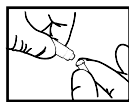

Fig. 1
2. **Preparazione della siringa:** Togliere il tappo trasparente dalla siringa e **CONSERVARLO** (Fig. 1). Inserire con un movimento rotatorio l'aghetto blu sulla siringa (Fig. 2). Mantenendo l'ago lontano dal paziente e dal personale dello studio, far uscire un po' di mordenzante su un blocchetto da impasto o su una garza 2 x 2 per verificare che la siringa non sia otturata. Nel caso fosse effettivamente otturata, togliere l'ago, far uscire del mordenzante direttamente dalla siringa, rimuovere eventuali tappi di materiale, rimontare l'ago e far uscire nuovamente il mordenzante. Se l'ostruzione permane, cambiare ago sostituendolo con uno nuovo.